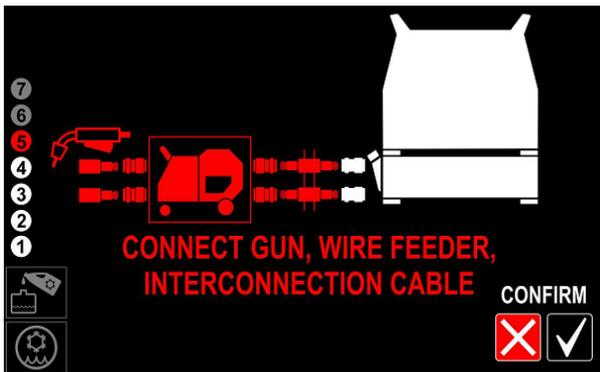

Figura 18
- Ligue os tubos flexíveis do maçarico e o cabo de interligação ao utilizar a fonte de alimentação com um alimentador de fios separado (Figura 18 ou 26).